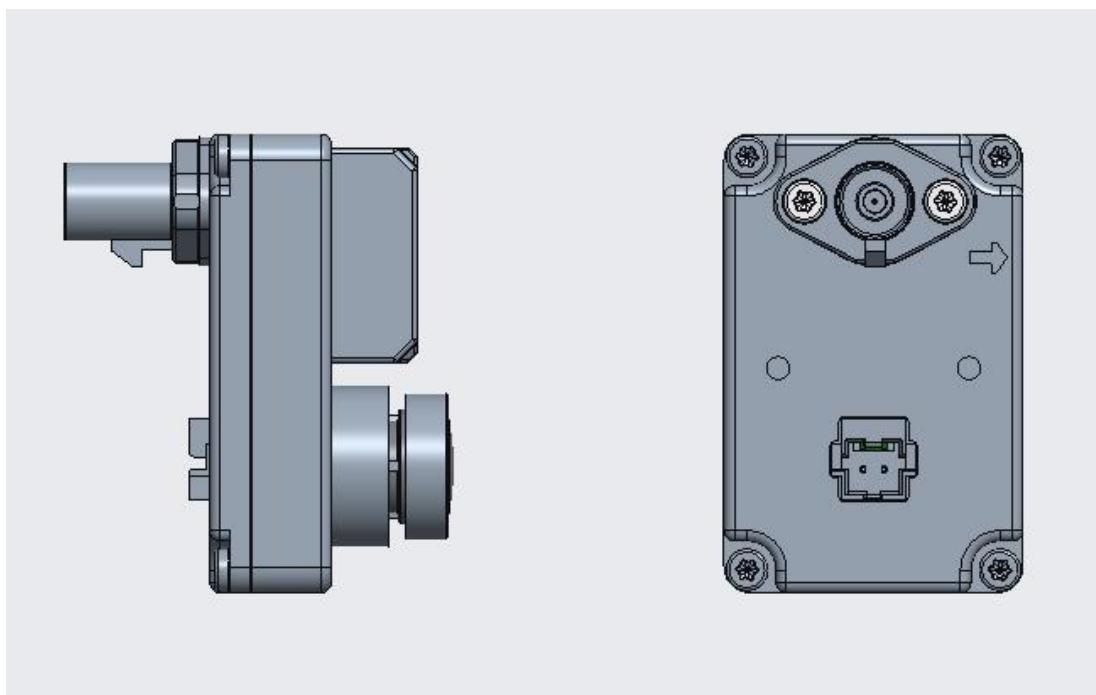

图 7
- 摄像模组，如图 7 的放置方向（箭头所指方向），成像为正向。